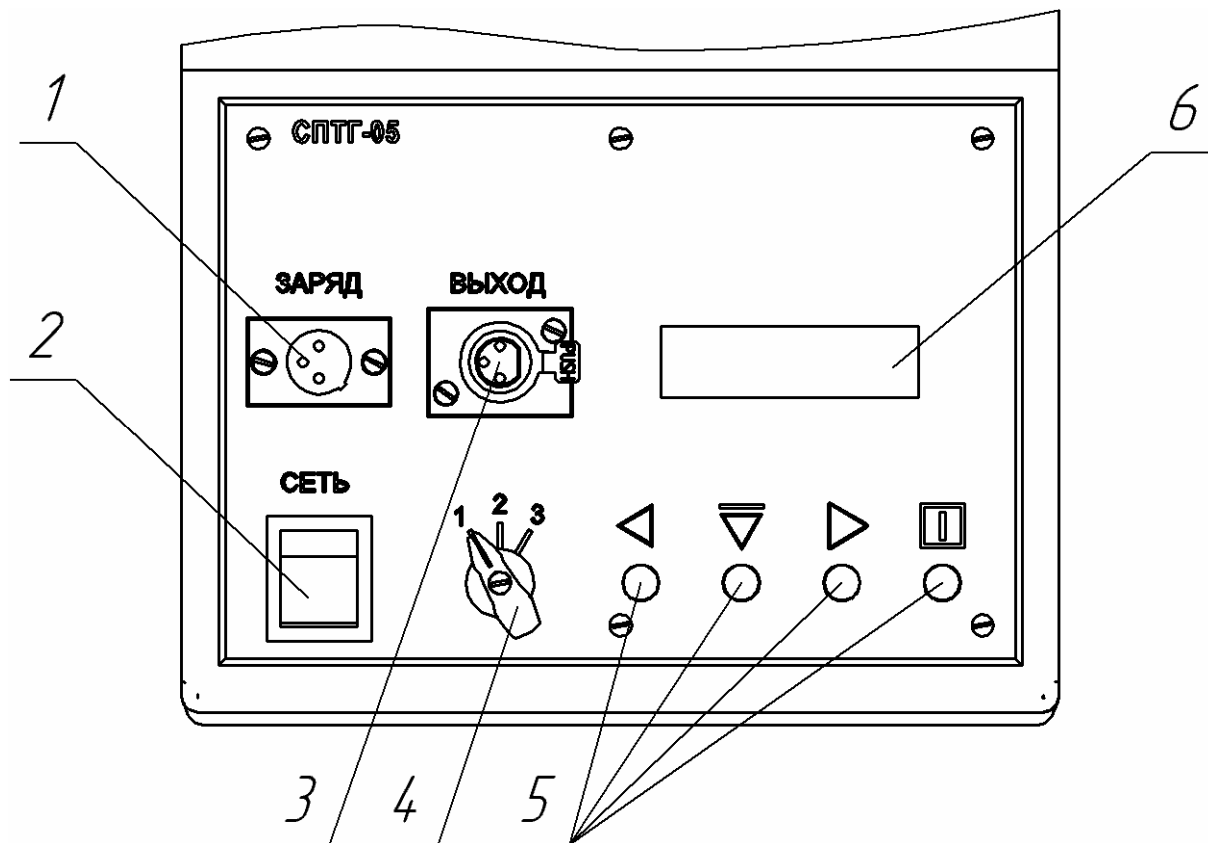

Рисунок 5 – Внешний вид генератора
8.3 Подключить кабель для соединения генератора с нагрузкой к генератору с помощью гнезда 3 (рисунок 5). Одну из клемм этого кабеля подсоединить с помощью контакта магнитного к трубопроводу, другую – к штырю заземления
Выбор выходного тока генератора производится с помощью кнопок  и . При этом на дисплее будет отображаться цифровое значение тока и пропорционально заполняться графическая шкала. В случае появления сообщения об ошибке «E01» необходимо кнопкой  выключить режим генерации и переключателем диапазонов 4 (рисунок 5) согласовать нагрузку с выходом генератора.